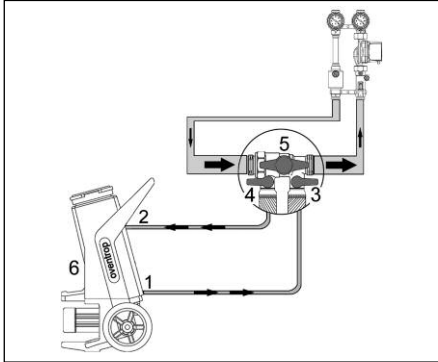

Abb. 6.10 Befüllen über Befüll- und Spülmatur
1. Schließen Sie die Befüll- und Spülmatur einerseits an der Solarstation und andererseits an der Befüllstation an (Abb. 6.10). Dabei unbedingt die Durchflussrichtung der Förderpumpe beachten!